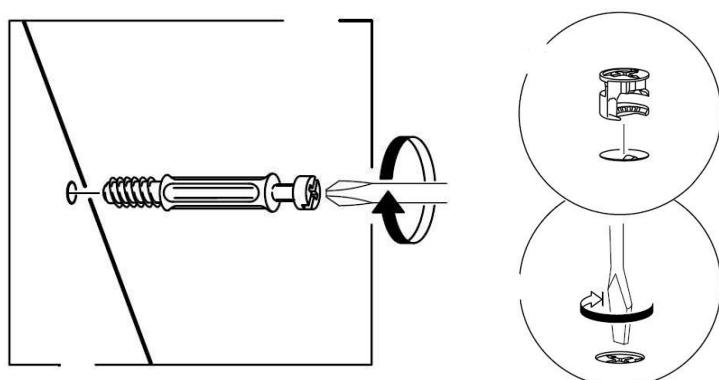

Рис. 1
1. В боковые стенки (110), (111), горизонтальные щиты (114), заднюю стенку (113) в имеющиеся отверстия установить эксцентрики Rastex 15\16, таким образом, чтобы стрелка была повернута в сторону отверстия в торце.
2. В установленные муфты эксцентриковых стяжек на боковых стенках (110), (111), крышке (112) ввернуть дюбели DU644, в соседние отверстия установить шканты (рис.1 и схема сборки).